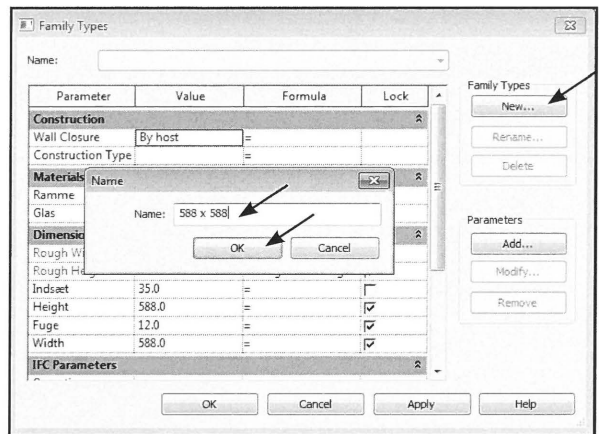

Fig. 08.121. *New Family Types*.
- Klik *New* under *Family Types* (Fig. 08.121).
- Navngiv eksempelvis *588 x 588* og klik *OK* (Fig. 08.121).